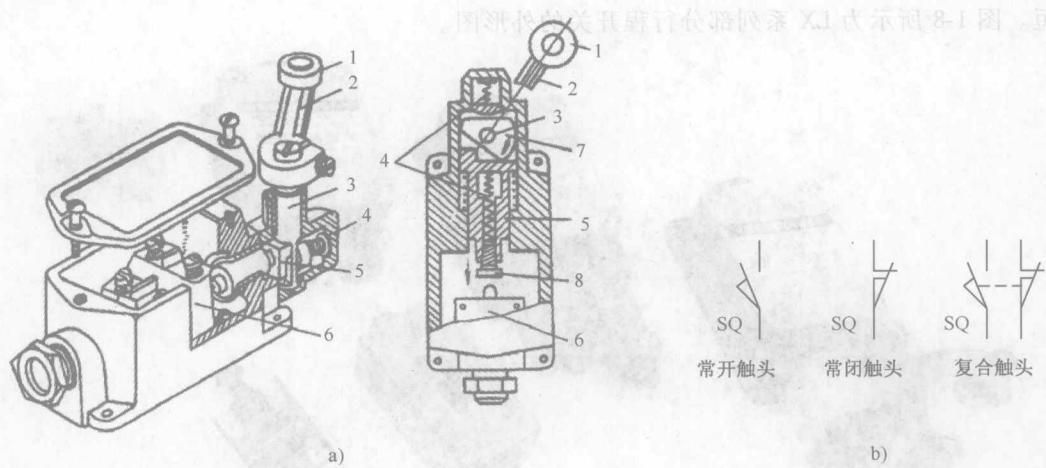

图 1-9 行程开关的结构与符号
2) 结构与符号。如图 1-9 所示，行程开关一般由触头系统、操作机构和外壳等组成。当生产机械运动部件碰压行程开关时，其常闭触头断开，常开触头闭合。